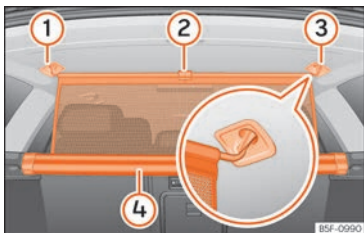

Abb. 179 Im Kofferraum: Trennwandnetz einhängen.
- Ziehen Sie die Lasche » Abb. 179 ② nach oben, um das Netz aus dem Einsatz ④ zu nehmen.
- Hängen Sie die Netztrennwand an der rechten Seite ③ (vergrößerte Darstellung) ein.
- Hängen Sie die Netztrennwand an der Aufnahme der linken Seite ① ein, indem Sie an der Stange ziehen.